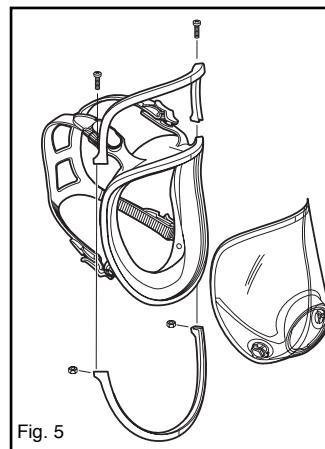

Fig. 5
2. Placer la partie inférieure du cadre en alignant les repères verticaux centraux et appuyer pour fixer (fig. 5)